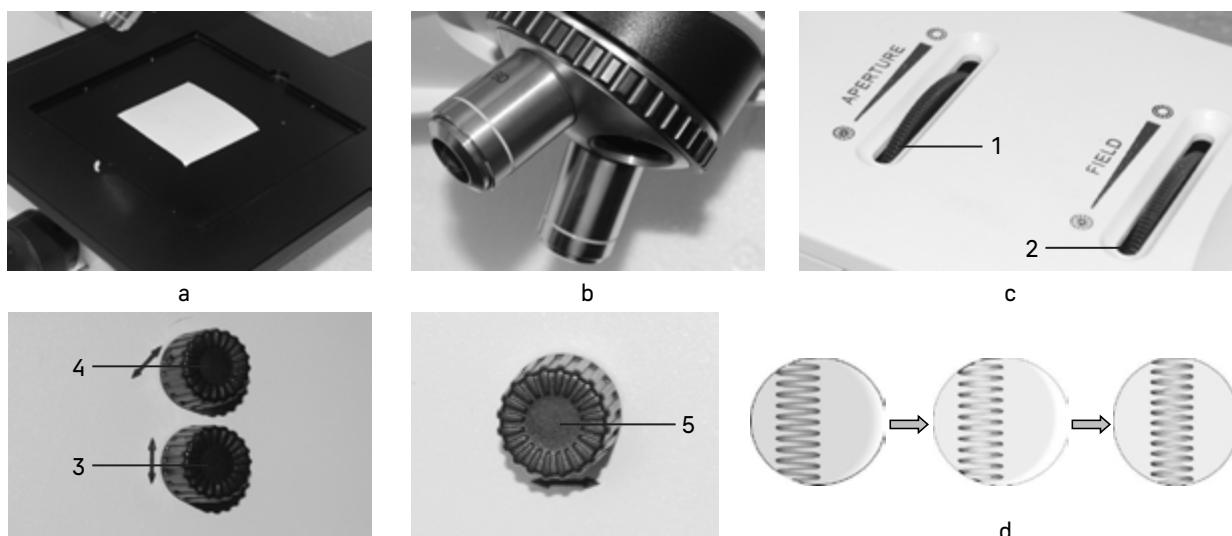

Рис. 8. Центрировка источника света
1. Кусок белой бумаги (примерно 40 x 50 мм) положите на предметный столик, как показано на рис. 8а.
2. Выверните один из объективов из револьвера и введите в ход лучей свободное гнездо револьвера – отверстие без объектива, как показано на рис. 8б.